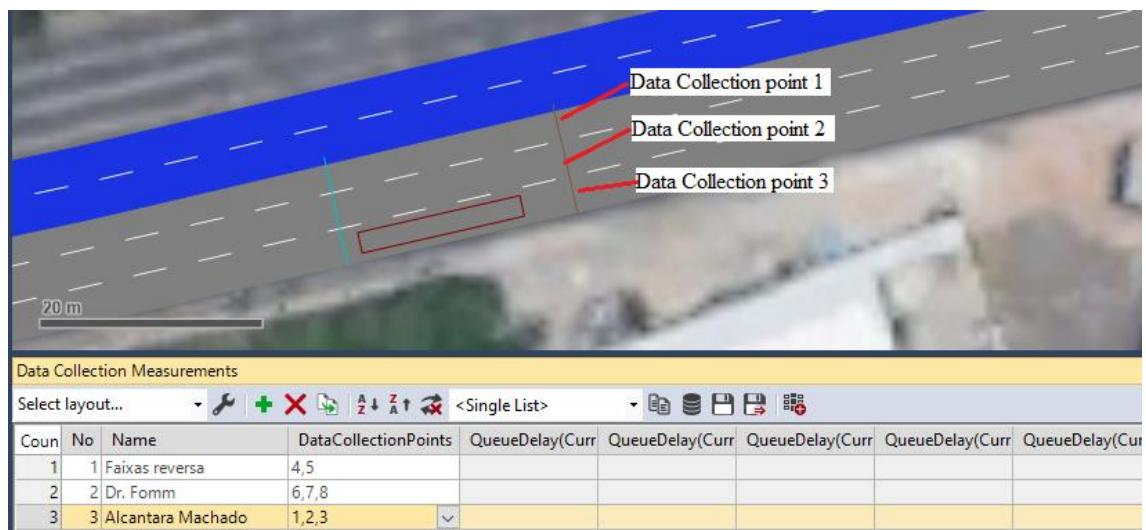

Figura 35
72. Vá em **Lists > Measurements > Data Collection Measurements**. Unificaremos os coletores de dados de cada avenida. Configure, como no exemplo da Figura 35, os coletores das Faixas Transversais e da Av. Alcântara Machado. Selecione de acordo com os seus conectores. Clique com o botão direito na **Caixa de Listas** e selecione **Generate All (Grouped)**.